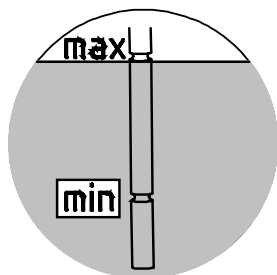

Figura 26: controllo del livello dell'olio con l'asticella di misura
2. Con l'asta di livello completamente avvitata, il livello dell'olio deve essere compreso tra le tacche inferiore e superiore (vedere Figura 26). Se il livello dell'olio è insufficiente, rabboccare con il tipo di olio richiesto.